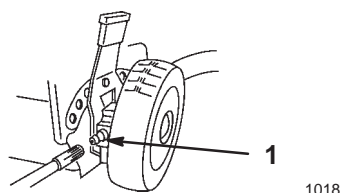

Figure 32
- A l'aide d'un chiffon propre, essuyez les graisseurs des leviers de réglage de hauteur des roues arrière (Fig. 32).